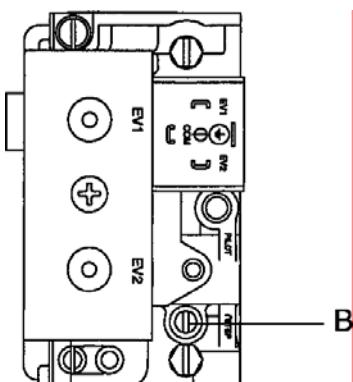

Рис. 3.8
- Вращая регулятор плавного рожига (B), установите требуемое давление медленного рожига (рис. 3.8).